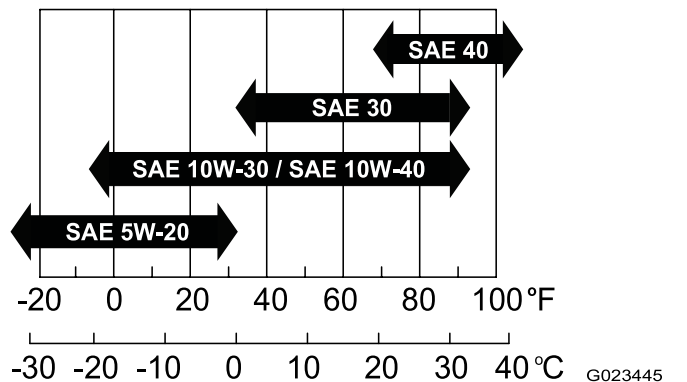

Bild 37
- **Viskosität:** SAE 30. In der folgenden Tabelle finden Sie andere Viskositäten (Bild 37):